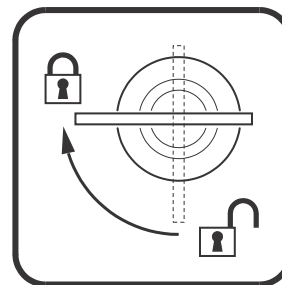

Рисунок 7. Фиксация креплений с поворотом на 1/4
- Выровняйте скобу по двум точкам крепления на основе. См. рисунок 7. Вставьте соединители в основу и поверните оба рычага на четверть оборота против часовой стрелки для фиксации. Установите вторую скобу.